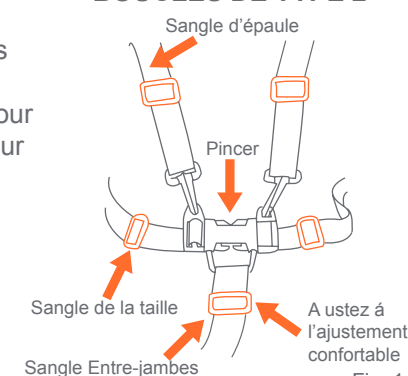

Fig. 14c
- Placer soigneusement l'enfant dans le siège de la poussette et tirer la ceinture de sécurité autour de la taille de l'enfant. Attacher l'entre-jambes entre les jambes de l'enfant. Insérer l'extrémité male de chaque ceinture de sécurité des épaules et de la taille dans la boucle de l'entre-jambes. Serrer la ceinture de sécurité pour qu'elle soit serrée mais confortable autour de la taille de l'enfant (Fig. 14c).